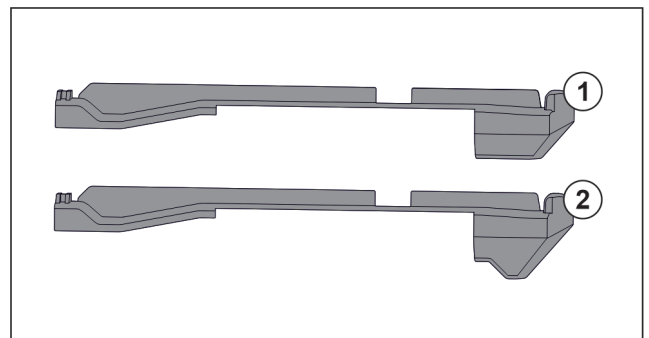

Fig. 147 Comparación de los accesorios
Hay dos accesorios diferentes en el aparato. El accesorio sobre el cajón inferior Fig. 147 (2) tiene un reborde triangular. El reborde de los demás accesorios Fig. 147 (1) es recto.
- ▶ Coloque el accesorio Fig. 147 (2) con el reborde triangular encima del cajón inferior.
- ▶ Coloque el accesorio Fig. 147 (1) con el reborde recto en las demás posiciones.